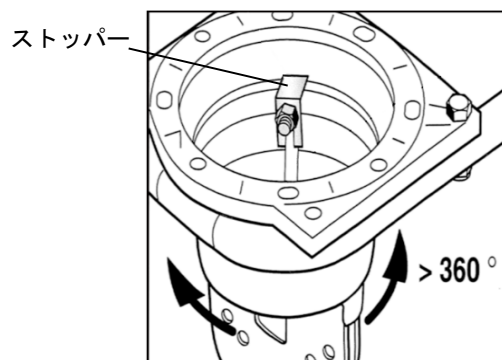

Fig.12
2. ストッパーを取付け、通し穴に付属のボルトを通して緩み止めナットで固定してください。(Fig.12)